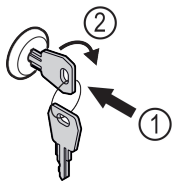

Fig. 125
- ▶ Sæt nøglen i Fig. 125 (1).
- ▶ Drej nøglen 90° med uret Fig. 125 (2).